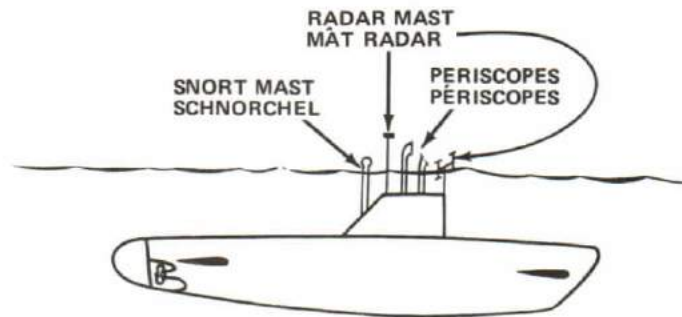

Figure 6-22
6. A conventional submarine is propelled by diesel engines when it is on the surface. Because there is no air supply when it is dived, the submarine is then propelled by electric motors. The electric motors are run off a battery of the same type as a car battery and the battery is charged by using the diesel engines to run the electric motors reversed, thus making them a dynamo. In certain circumstances, a submarine is permitted to use its diesel engines when it is dived. This is done by raising a long pipe called a "snort mast" above the surface of the water and obtaining air through it. This operation is called "snorting". See Figure 6-22.
6. Un sous-marin classique est propulsé par des moteurs diesels lorsqu'il navigue en surface. Par suite de l'absence d'air, en plongée, le sous-marin est alors propulsé par des moteurs électriques alimentés par des accumulateurs semblables à ceux des automobiles. Ces accumulateurs sont rechargés par les moteurs diesels qui entraînent ces mêmes moteurs électriques à l'inverse, les faisant alors fonctionner comme dynamos. En certaines circonstances, un sous-marin peut être autorisé à utiliser ses diesels en plongée. On élève alors un long tube appelé schnorchel au-dessus de l'eau pour y aspirer l'air (voir la figure 6-22).